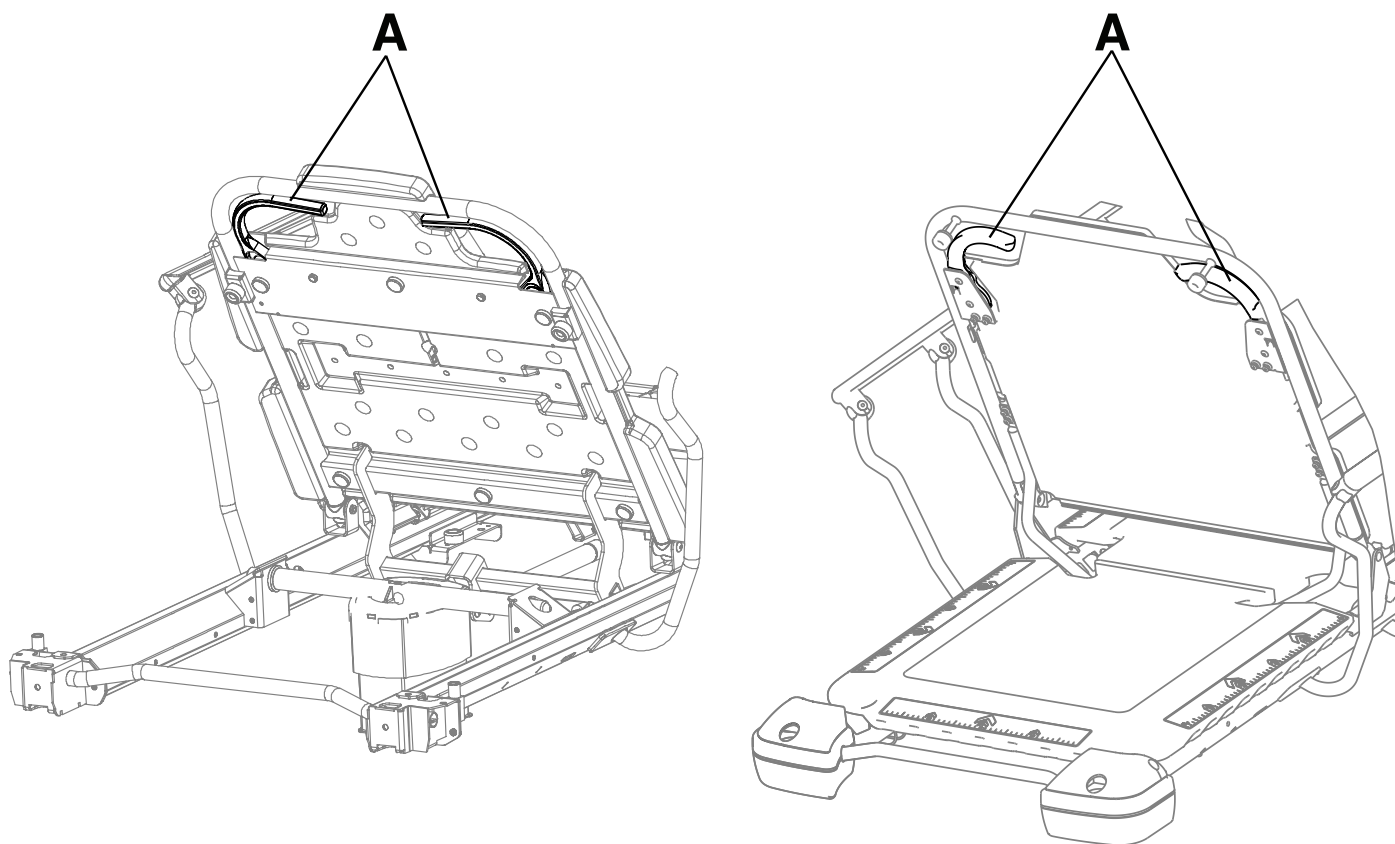

Figura 16 – Elevación o descenso del respaldo Fowler (Prime/Prime X)
Para subir el respaldo Fowler, apriete una o ambas asas liberadoras del respaldo Fowler (A) y tire hacia arriba del respaldo Fowler hasta la posición deseada (de 0° a 90°) (Figura 16).
Para bajar el respaldo Fowler, apriete una o ambas asas liberadoras del respaldo Fowler (A) y empuje hacia abajo el respaldo Fowler hasta la posición deseada (de 90° a 0°) (Figura 16).